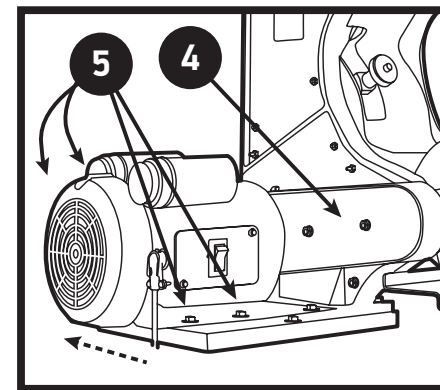

Figura 10
- + Cada treinta días, compruebe la tensión de la banda en v. Si oye que la banda golpea el dispositivo de seguridad de la banda en v (pieza 4, página 33) cuando se enciende el motor, será necesario ajustar la tensión de la banda en v. Para esto, afloje los cuatro pernos (Figura 10) que aseguran el motor a la base de la máquina y deslice el motor hacia la parte posterior de la máquina. Ajuste los cuatro pernos.